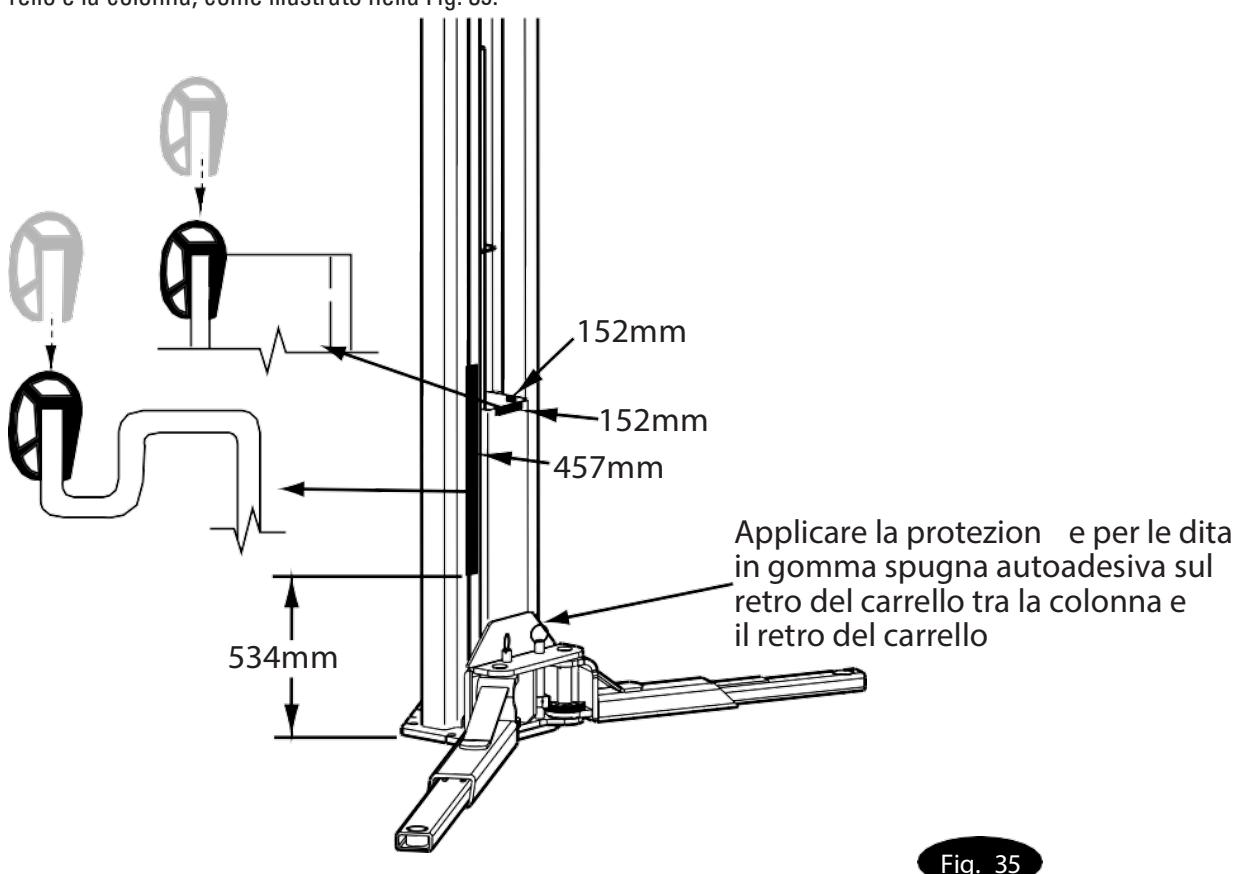

Fig. 35
- Premere il paraurti da 457 mm sul bordo della colonna, Fig. 35.
- Premere il paraurti da 152 mm sul bordo anteriore superiore e sul lato superiore del tubo del carrello, Fig. 35.
- Premere il paraurti sul lato posteriore del carrello tra il carrello e la colonna, come illustrato nella Fig. 35.